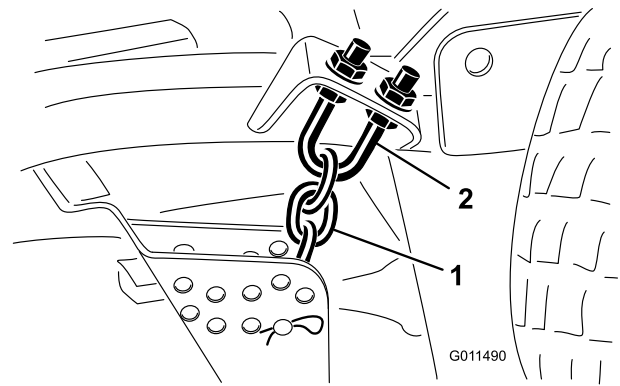

Bild 79
1. Lockern Sie die Klemmmuttern an der Ober- oder Unterseite des U-Bügels an der Schnitthöhenkette (Bild 79).